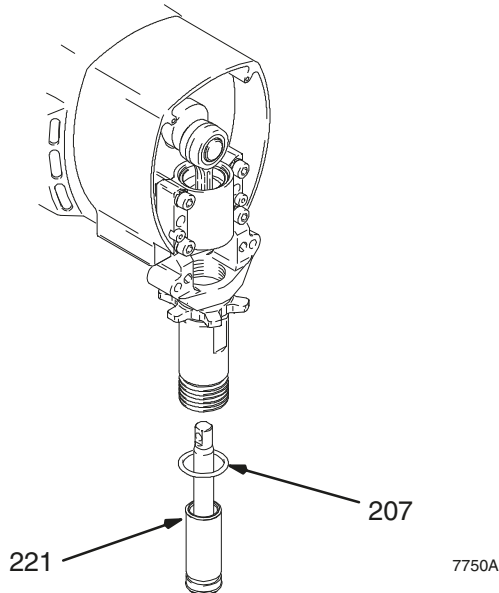

Fig. 18
Fig. 18. Graissez le joint torique (221) et mettez-le en place sur la chemise. Faites coulisser l'ensemble chemise/tige de piston dans le bas du cylindre. Remplacez le joint torique (207) si vous le souhaitez.